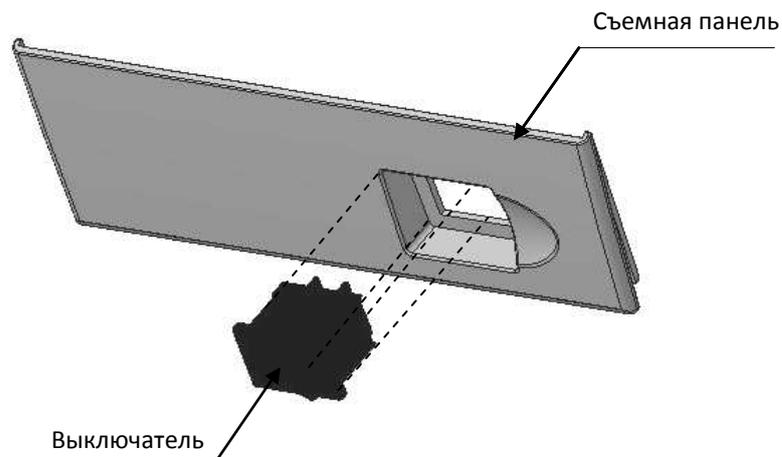

Рисунок 18. Установка выключателя сетевого кабеля с выключателем на съемной панели (кабель условно не показан)
- **Кабель сетевой с выключателем** (подробнее о сетевом кабеле смотрите в «Альбоме схем») вставляется в прорезь (отверстие) с внешней стороны передней съемной панели нижней части корпуса изделия и протягивается до упора, при этом выключатель сетевого кабеля необходимо плотно зафиксировать на съемной панели таким образом, чтобы знак «О» выключателя располагался слева (смотрите рисунок 18 на странице 20).